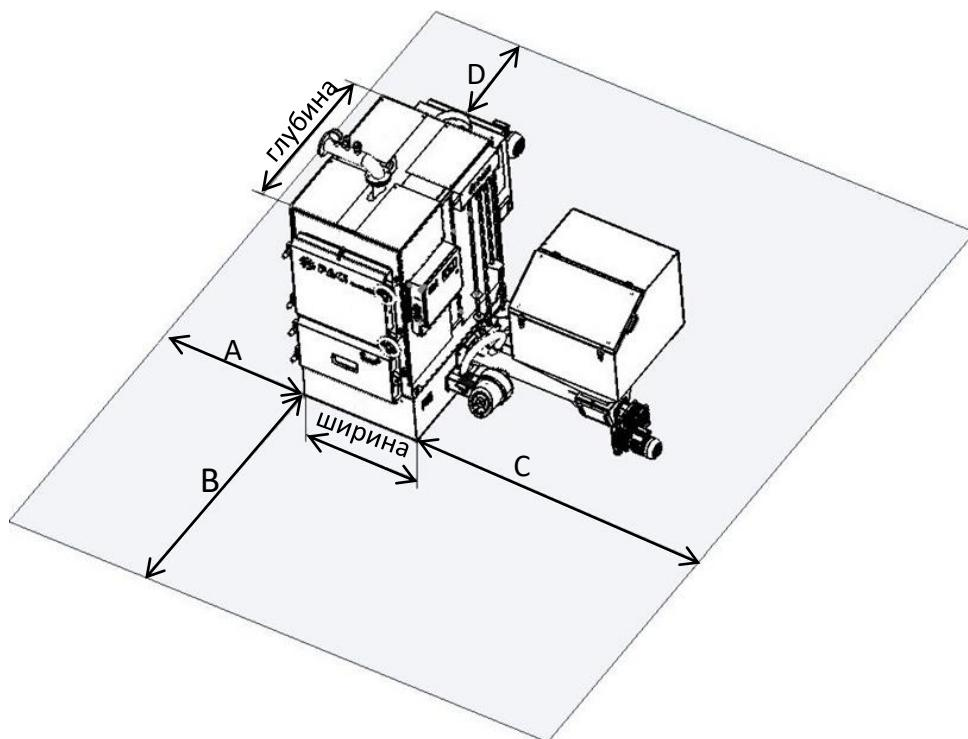

Рис. 22
Выставляем корпус котла на ровную, очищенную от мусора поверхность, учитывая расстояния от препятствий при монтаже (см. рис. 22). Закрепляем горелку поз. 4 (рис. 12б) к корпусу с внешней стороны, используя гайки M10 (8 шт), шайбы M10 (8 шт). Затягиваем соединение гаечным ключом, не перетягивая резьбу. Колосники укладываем с боков от горелки (см. поз 3 рис 12б). Устанавливаем воздушные короба (поз 1 рис 12б). Съемную горелку поз. 2 устанавливаем на горелку сверху (рис. 12б).
**2.6.1.4** При установке котла в котельной необходимо соблюдать требования выдерживания свободных расстояний до ближайших препятствий (рис. 22). В указанных размерах свободных расстояний не должно находиться никаких предметов, ни трубопроводов, ни других элементов котельной. Указанные технологические проходы должны быть свободны для доступа в любое время и ничем не загромождены.
Обозначение на рис. 22	Требуемое значение размера.